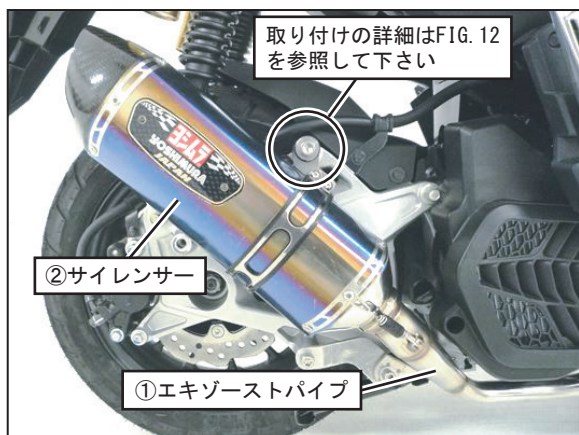

FIG. 11
10. 車両に⑪キャップボルトM10×55P1.25、⑯SUSワッシャM10×26を使用して④サイレンサーステーを仮締めして下さい。(FIG. 11, 12参照)